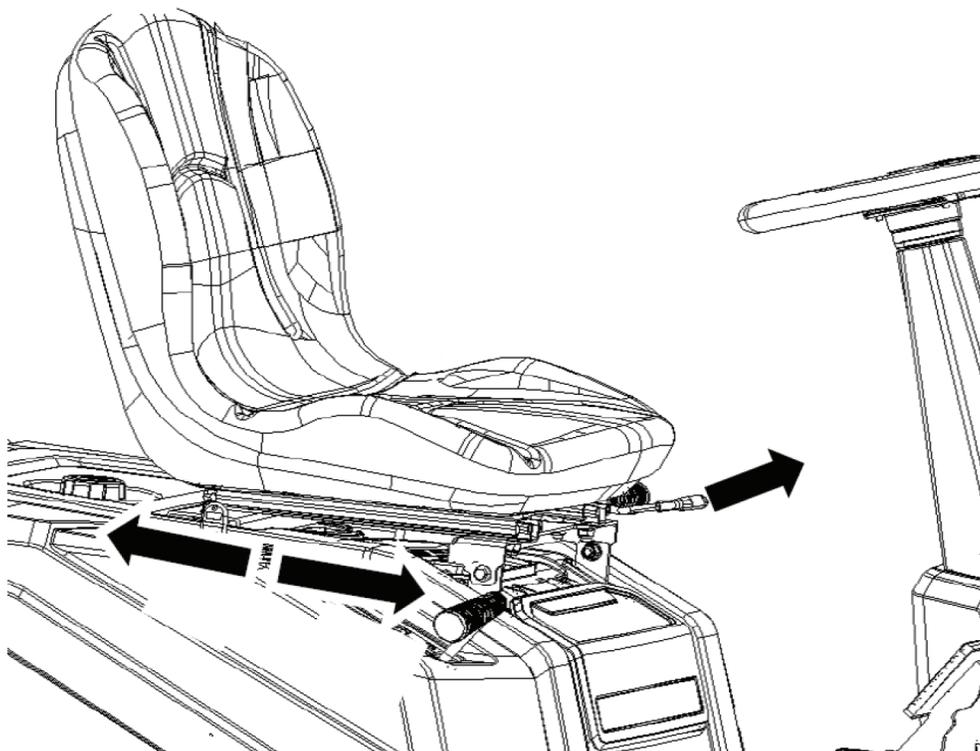

Рис. 10
3. Установите сиденье в удобное для оператора положение, отпустите рычаг регулировки сиденья и передвиньте сиденье вперед и назад, чтобы убедиться, что оно надежно зафиксировано (рис. 10).